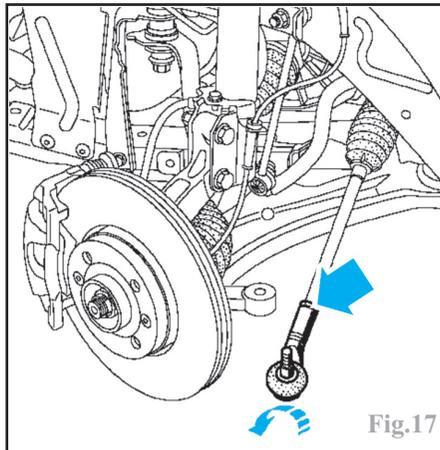

Fig.17
Mémoriser le nombre de tours de file en prise pour préréglage le parallélisme lors de la repose (Fig.17).
-la rotule avec son contre-écrou (Fig.17).